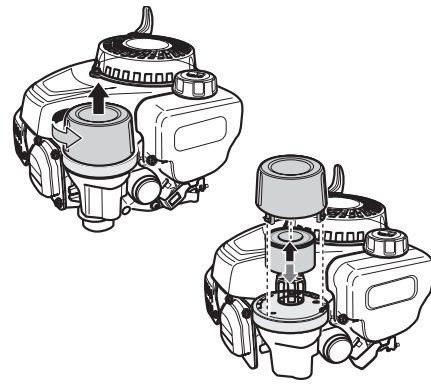

Figure 6-3
4. Retirez le couvercle du filtre à air dans le sens inverse des aiguilles d'une montre puis en le relevant. Voir la Figure 6-3.